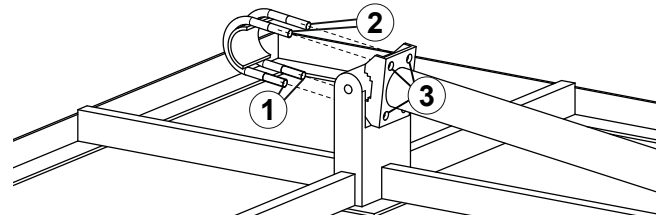

Abb. 3: Befestigungsbügel einsetzen
4. Befestigungsbügel mit den Gewinden (① und ② in Abb. 3) in die Bohrungen am Mastfuß (③) einschieben.